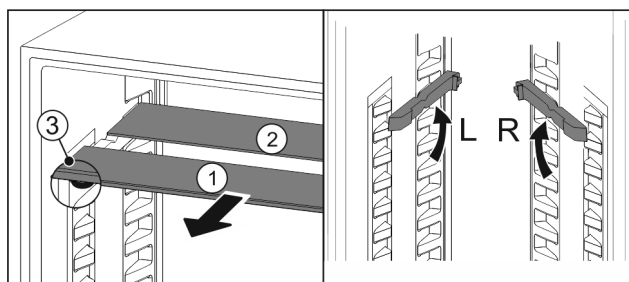

Fig. 57
- ▶ Tõmmake Fig. 57 (1) klaasplaadid üksikult ettepoole välja.
- ▷ Ilulist klaasplaat Fig. 57 (1) asub ees.
- ▷ Pidurid Fig. 57 (3) on suunatud allapoole.